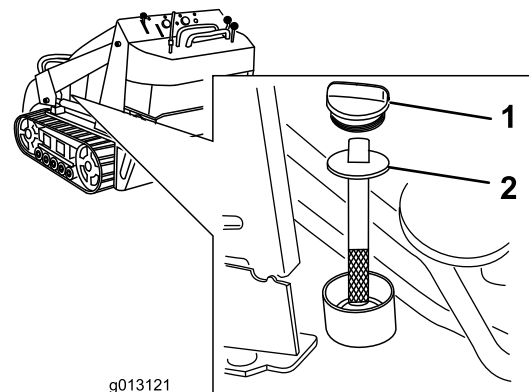

Bild 55
5. Entfernen Sie den Deckel des Hydraulikbehälters und den Peilstab (Bild 55).